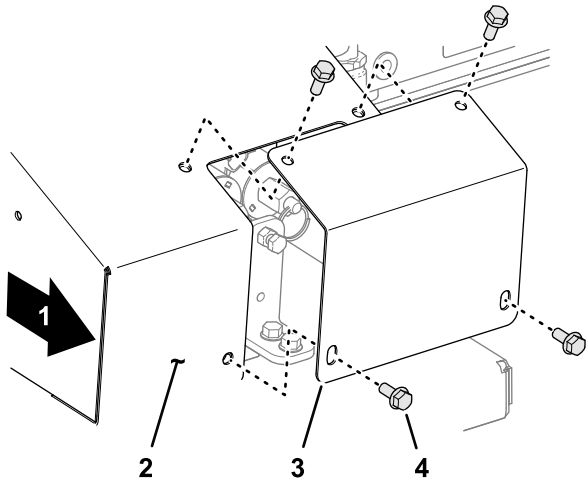

Figura 28
1. No lado direito da máquina, remova os quatro parafusos de cabeça flangeada que prendem a placa de cobertura à cobertura de substituição (Figura 28).